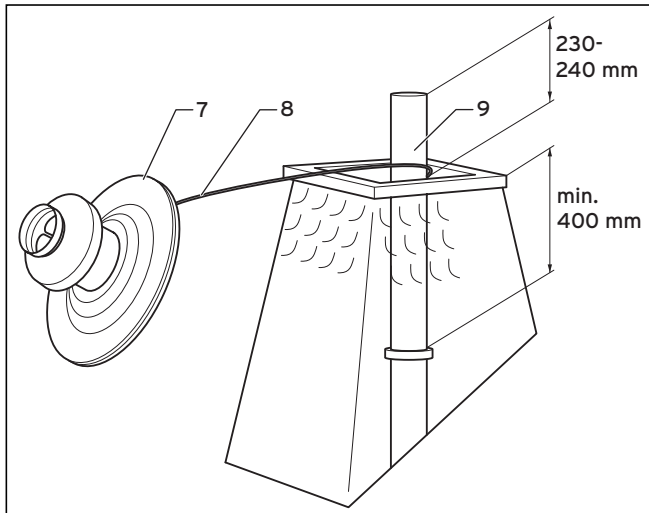

Рис. 4.25 Монтаж насадки для шахты, арт. № 303 261
- Снимите муфту и укоротите трубу, как показано на рис. 4.25.